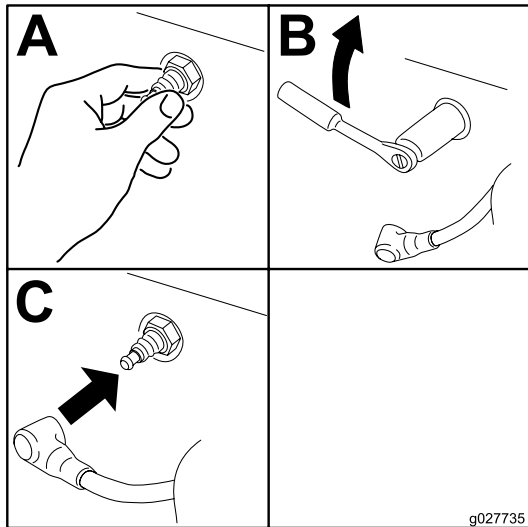

Figura 59
3. Desligue primeiro o cabo negativo (preto) da bateria do terminal negativo (-) (preto) da bateria (Figura 59).
- Deslize a tampa do terminal vermelho para fora do terminal positivo (vermelho) e remova o cabo positivo (+) (vermelho) da bateria (Figura 59).
- Retire a porca de orelhas que prende o grampo da bateria (Figura 59).
- Instale o grampo e fixe-o com a porca de orelhas. Figura 59